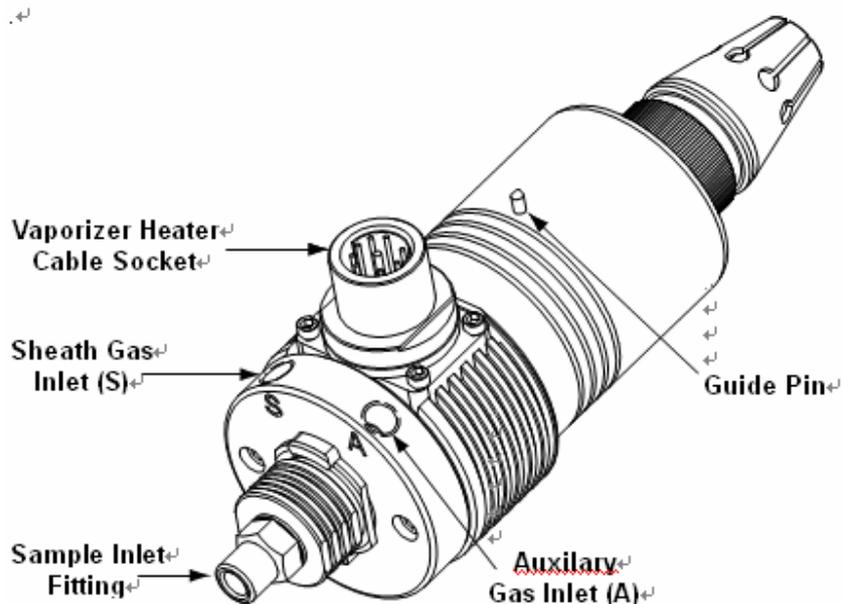

图6-6 APCI 探针
3. 把APCI 探针插到离子源室的孔内，使探针上的定位销与API内锁塞成45度角。见图6-6
10. 把鞘气接头（蓝色）插入探针上的鞘气入口（S）。（看图6-6）
11. 把辅助气接头（蓝色）插入探针上的辅助气入口（A）。（图6-6）